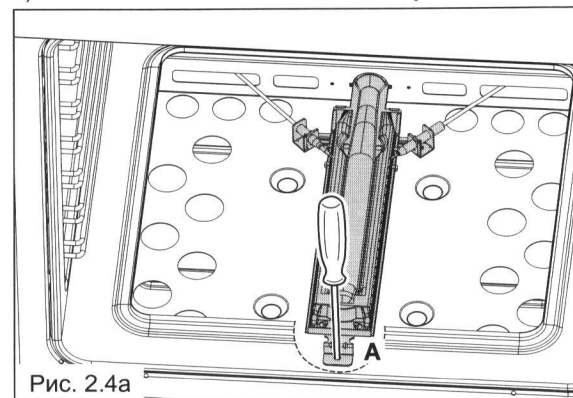

Рис. 2.4a
- Открутите винт "А" фиксирующий горелку (рис. 2.4a).